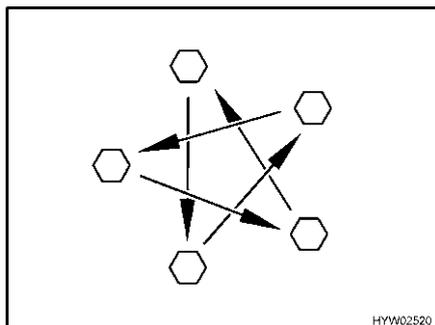

Bild 272 Radmuttern oder Radschrauben über Kreuz anziehen
- Radmuttern oder Radschrauben regelmäßig auf festen Sitz prüfen. Radmuttern oder Radschrauben eines ausgewechselten Rades nach 50 km nachziehen (Bild 272). Anziehdrehmoment siehe Abschnitt 13.5.2.
- Wenn neue oder neu lackierte Felgen verwendet werden, die Radmuttern oder Radschrauben zusätzlich nach ca. 1000 bis 5000 km nachziehen (Bild 272).
- ▷ Radmuttern oder Radschrauben über Kreuz anziehen (Bild 272).